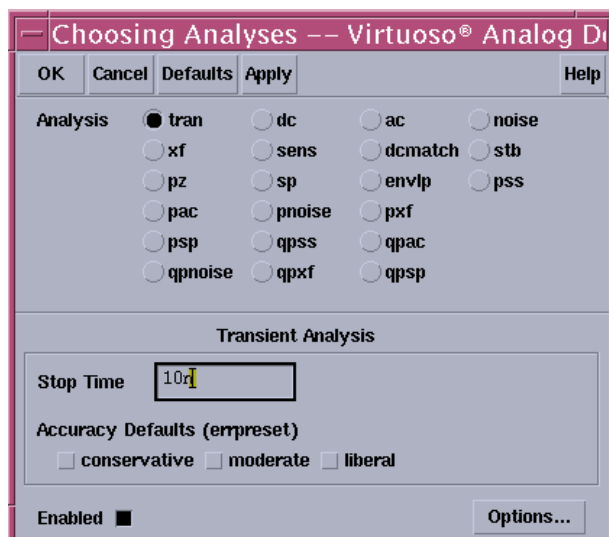

图 5.11 仿真设置窗口，瞬态分析的设置
①Analyses->choose, 或者点击右侧工具栏的 choose analyses 按钮。弹出如图 5.11 所示窗口。于 Analysis 栏选择不同的仿真。对于瞬态分析，我们选 tran，然后于 stop time 栏输入仿真时间 10n。